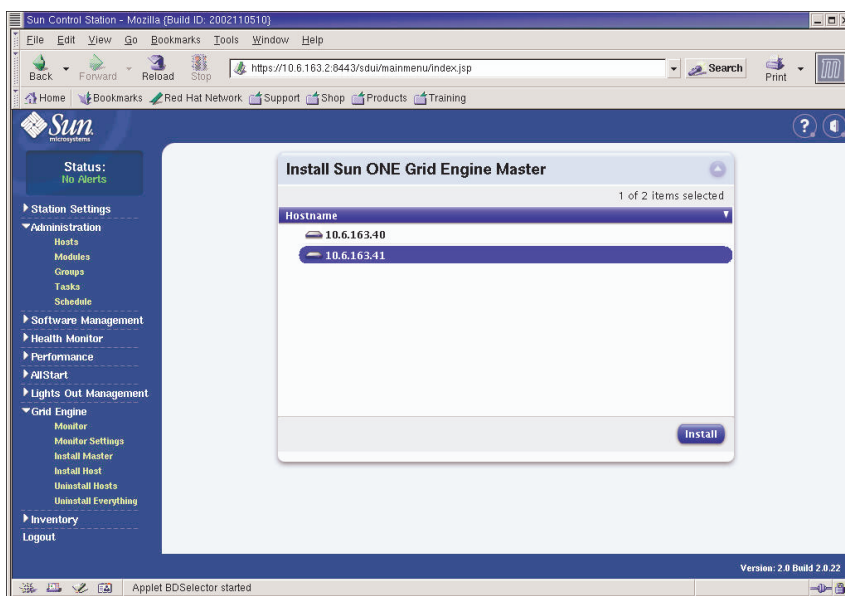

FIGURA 2-28 Finestra Install Sun ONE Grid Engine Master
4. Nella finestra **Install Sun ONE Grid Engine Master** selezionare un nodo dall'elenco degli host gestiti da definire come host master S1GEEE (nodo grid master). Per un esempio, vedere la FIGURA 2-28.